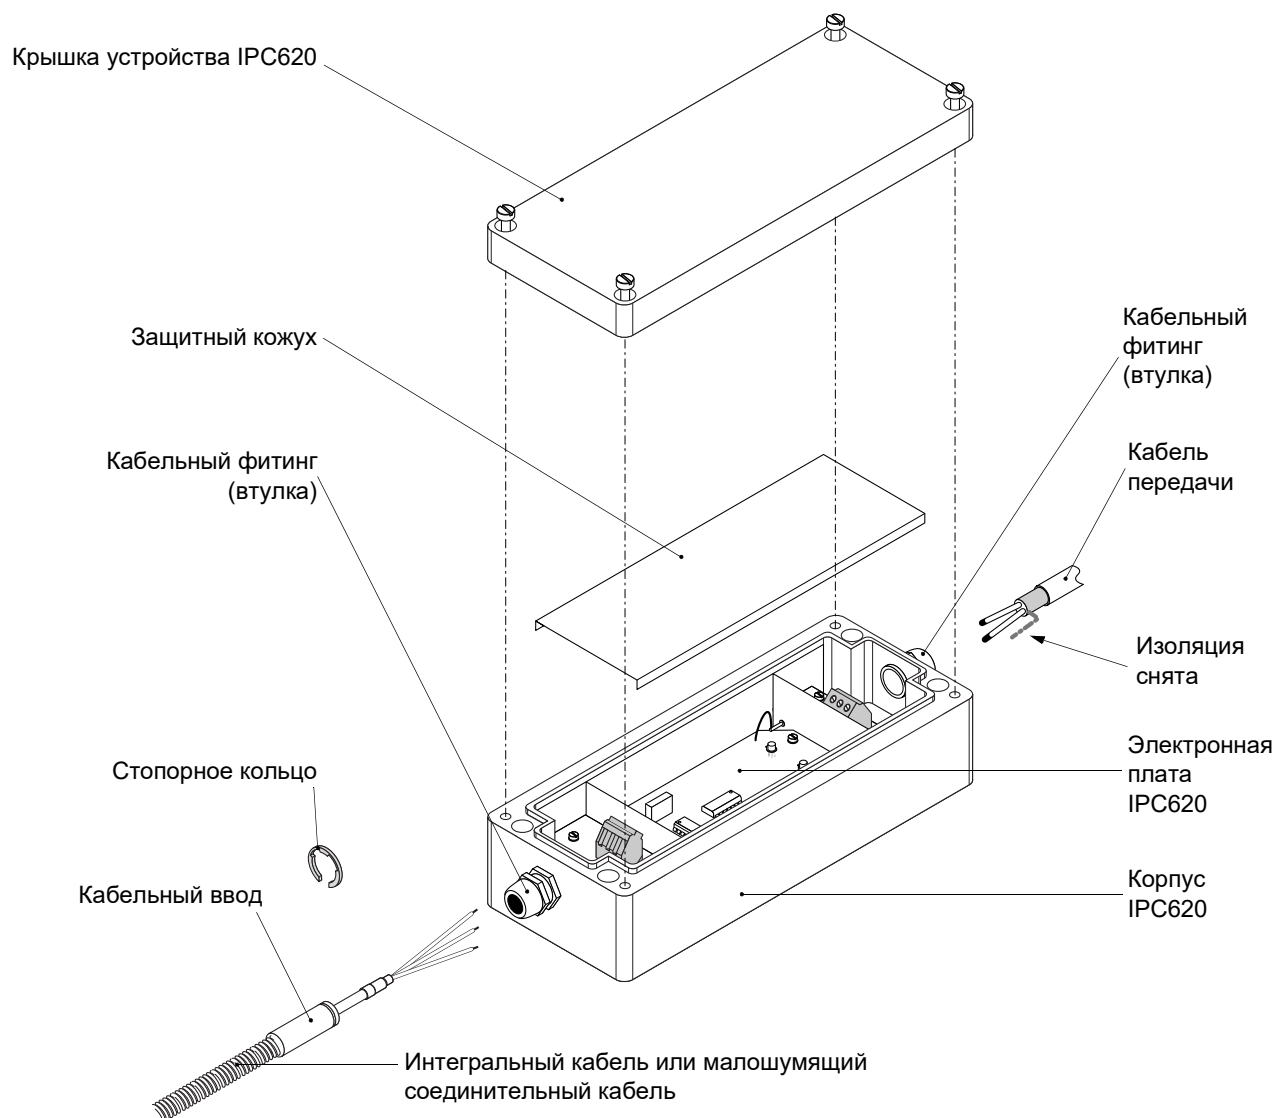

Рис. 4-9. Формирователь сигнала IPC620
Формирователь сигнала IPC620 обычно устанавливается в специальном корпусе IPC620 (промышленного исполнения). Кабель датчика со стороны датчика и кабель передачи в направлении стороны мониторинга подключаются к устройству IPC620 с помощью винтовых зажимов (см. рис. 4-9).
- 2- Снимите крышку корпуса IPC620 и защитный кожух (см. рис. 4-9).
- 3- Идентифицируйте все подключенные к устройству IPC620 провода кабеля датчика со стороны датчика и кабеля передачи в направлении стороны мониторинга. Обратитесь к рис. 4-9 и запишите в табл. 4-5 номер и(или) цвет каждого провода.